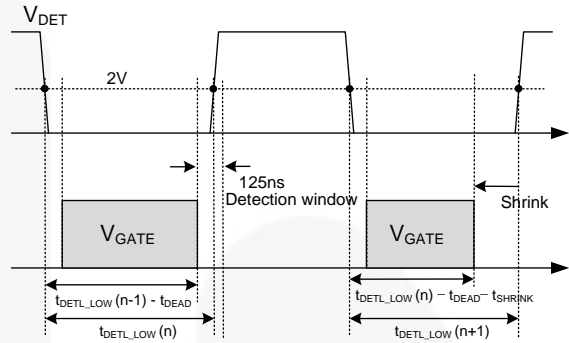

图 12. 最小死区时间检测窗口引起的栅极收缩
- (a) 当检测到前一个开关周期中的死区时间不足时。在 SR 栅极关断后，在检测窗口的 125 ns 内，如果 DETL 转变为高电平，则下一个开关周期中的栅极驱动信号将缩短 $t_{SHRINK-DT}$ (大约 1.25 μs)，目的是增加死区时间，如图 12 所示。